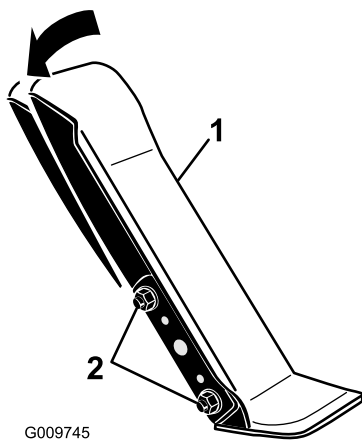

Figura 117
1. Afloje las dos tuercas y pernos que fijan el lado izquierdo del pedal de tracción al soporte (Figura 117).
2. Ajuste el pedal al ángulo deseado y apriete las tuercas (Figura 117).